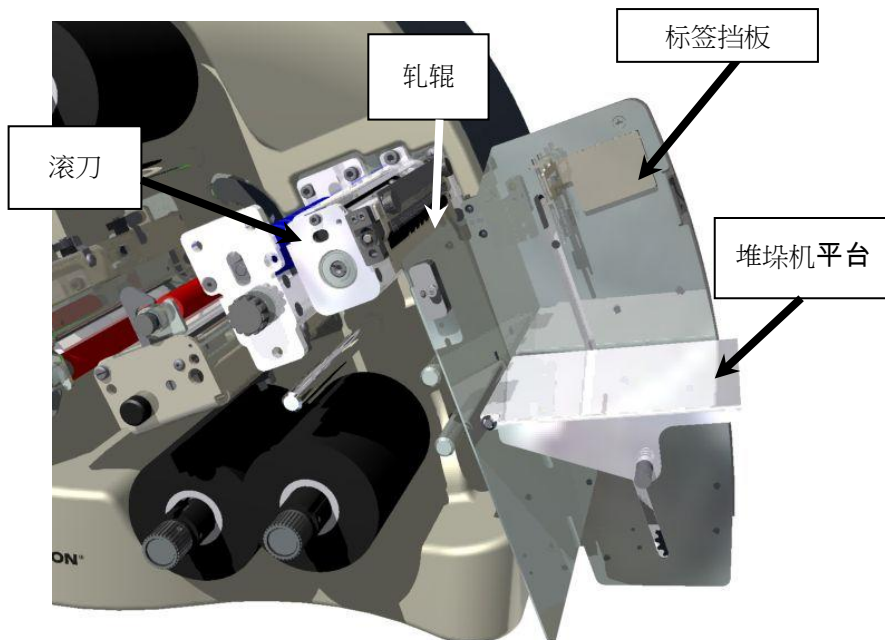

图 3 回转式切刀和底部倾斜堆叠器
1. 将两根轴置于打印机的辅助进给和声波刀组件下（参见图 3）。